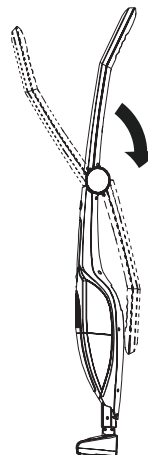

Abbildung 3
1. Zur Benutzung des Staubsaugers drücken Sie auf der Entriegelungsknopf (3) und falten Sie den Handgriff des Stielstaubsaugers in eine der Richtungen auf, die in Abbildung 3 angegeben sind, bis ein Klicken zu hören ist.